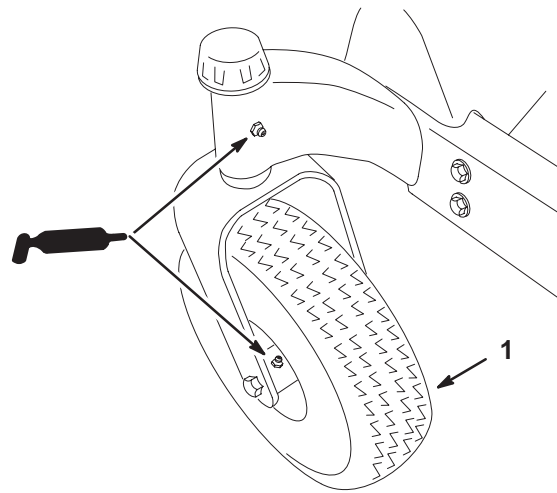

Figure 33
3. Graissez le pivot de la roue pivotante et les roues motrices (Fig. 33).